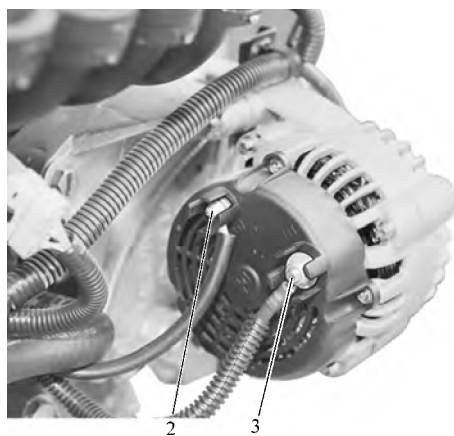

图 25-10 脱开发电机线束
- 11) 拆卸螺母 2,脱开发电机线束,如图 25-10 所示。
- 23) 连接发电机线束, 拧紧螺母 2, 如图 25-10 所示。拧紧力矩:  $(14 \pm 2) \text{ N} \cdot \text{m}$ 。